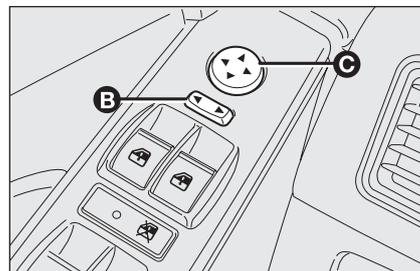

fig. 54
- sélectionner à l'aide de l'interrupteur **B-fig. 54** le rétroviseur (droit ou gauche) à régler ;